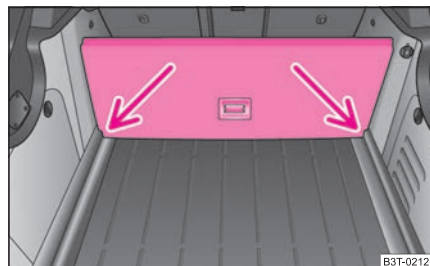

Fig. 82 Maletero: separación del maletero
- Levante la parte del piso con la fijación y fíjelo introduciéndolo en las ranuras que vienen marcadas por medio de flechas ⇒ fig. 82. ■